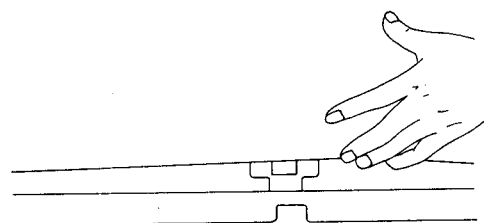

Figure 24
- (6) Détacher la feuille de son support. (Figure 24)